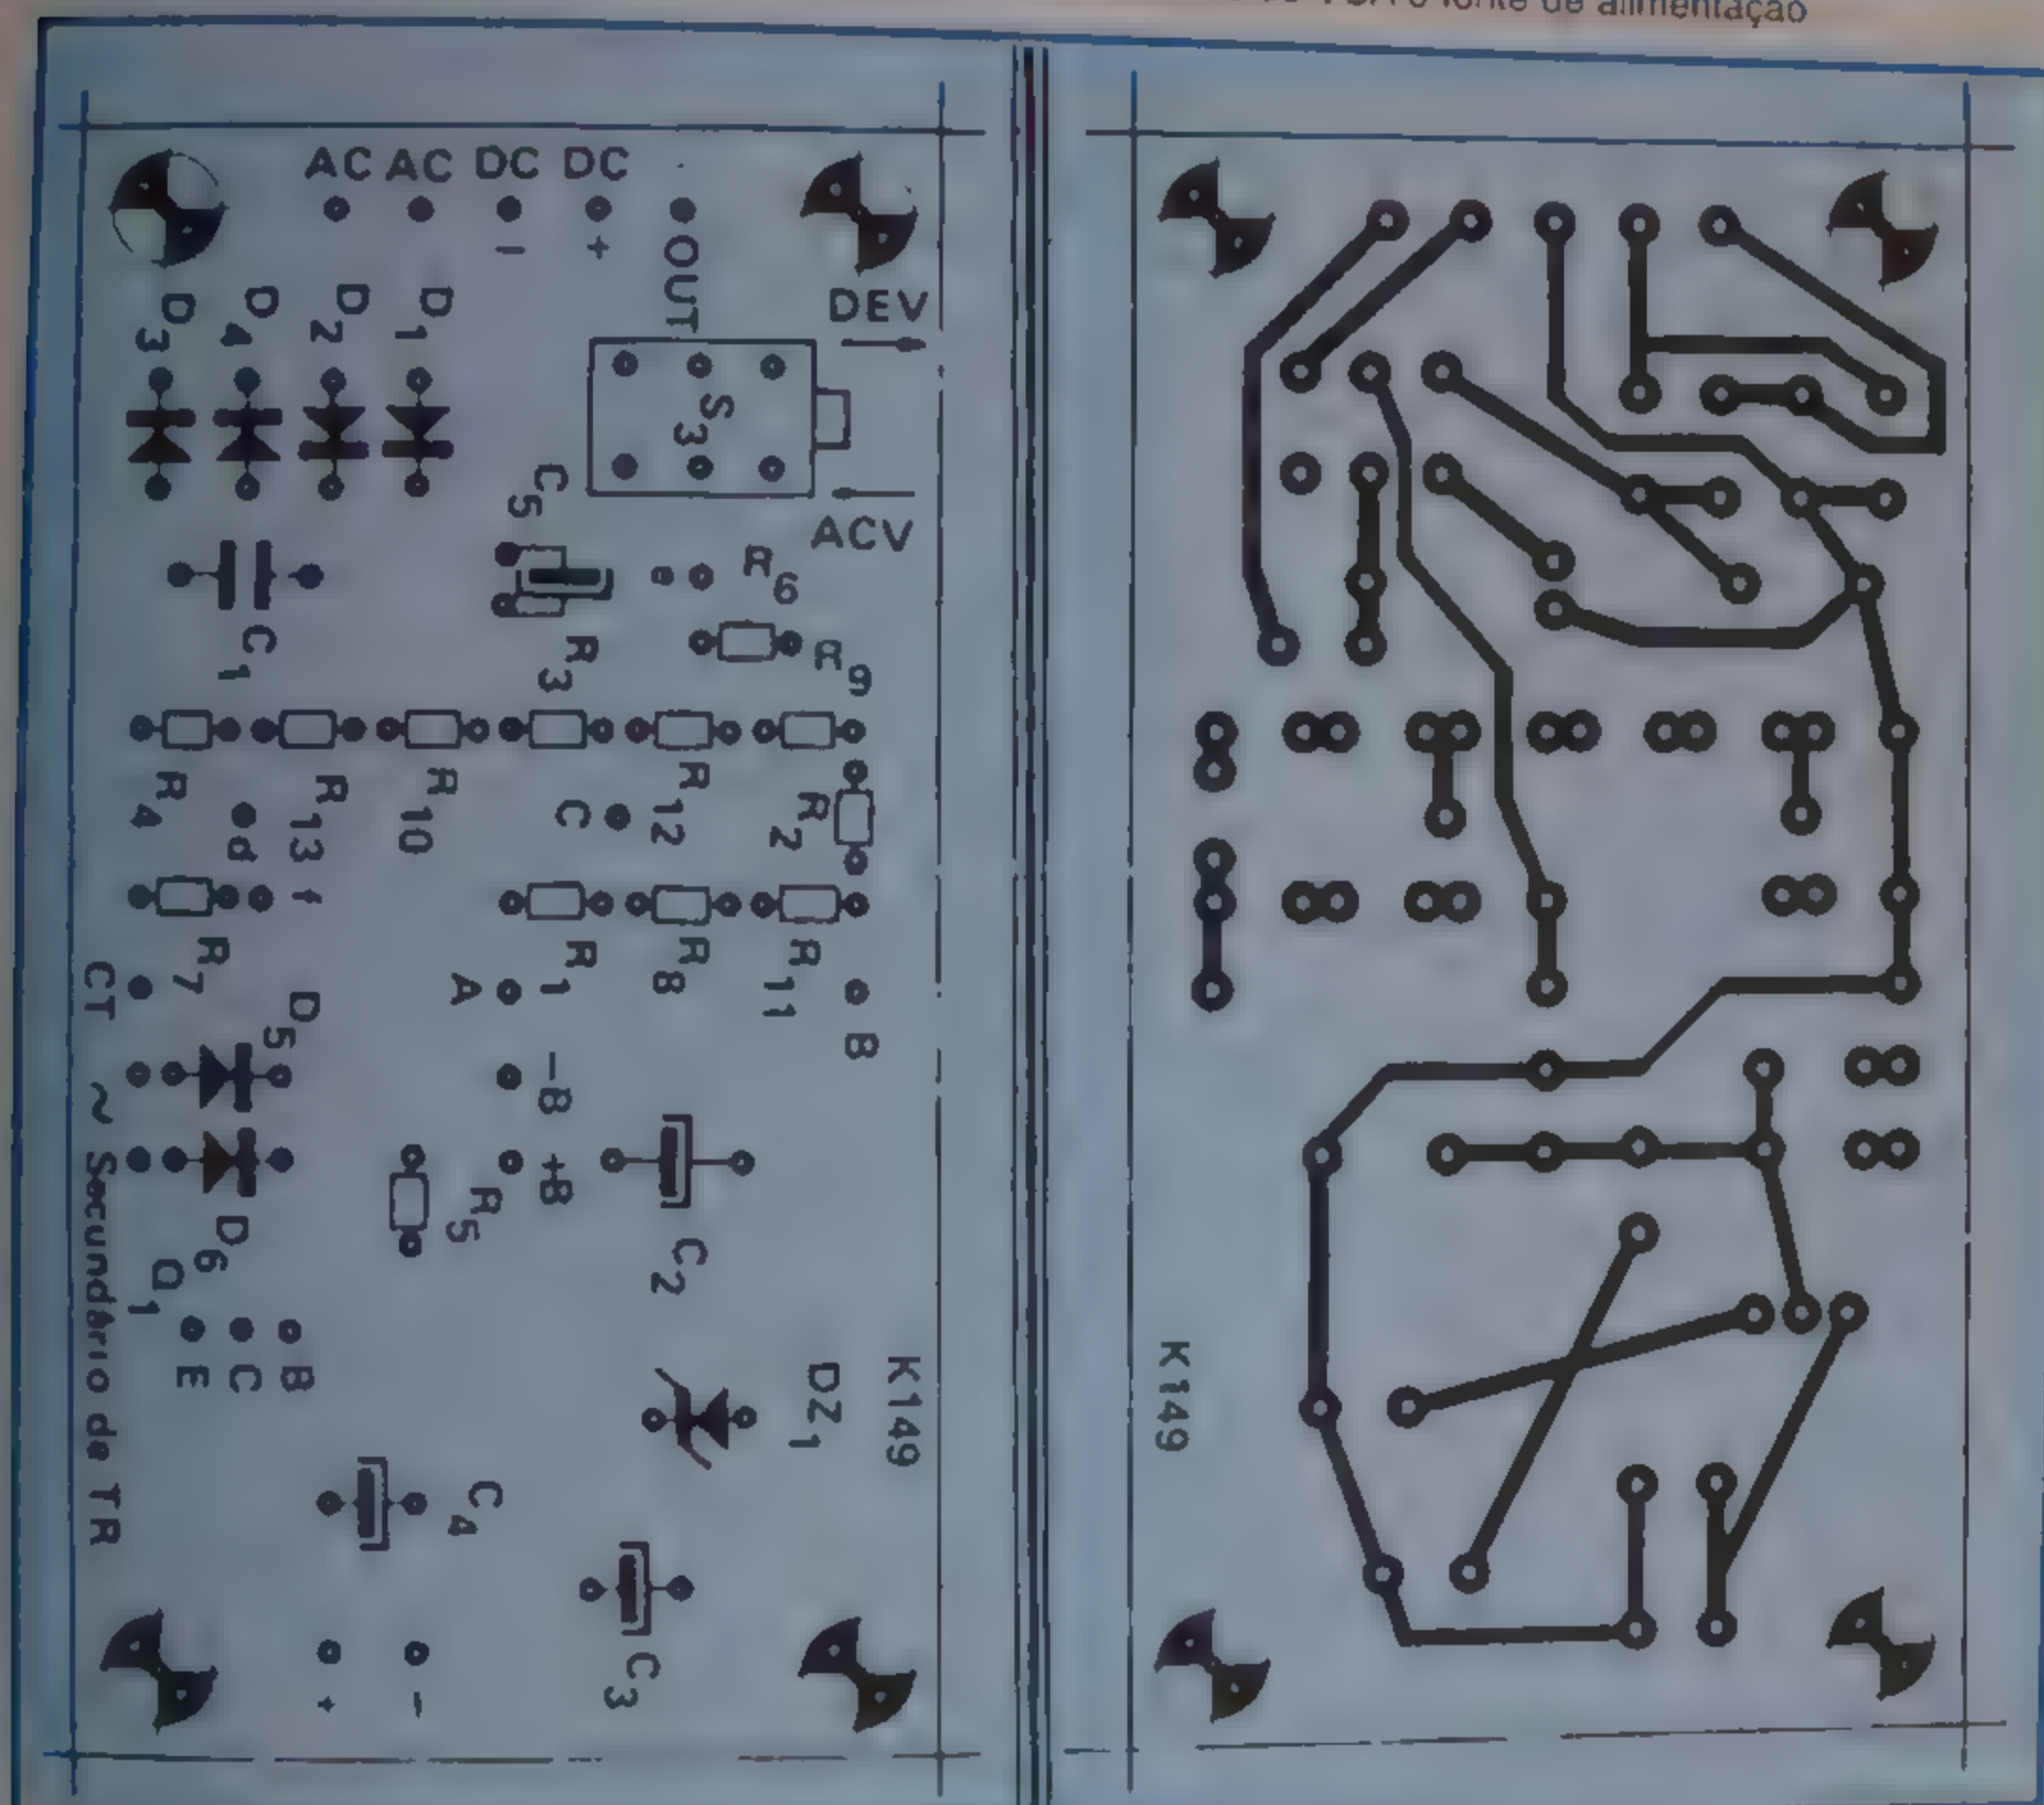

Figura 27 - Lay-out de placa para o divisor de tensões AC/DC com fonte de alimentação
Na **figura 27**, sugerimos um
- O ponto indicado por "+" na placa da figura 27 deverá ser conectado à placa do módulo conversor A/D no ponto também indicado por "+".
- O ponto indicado por "out" na placa da figura 27 deverá ser interligado no ponto "in+", presente na placa do módulo conversor A/D.
- No ponto indicado por "+B" na placa da figura 27 conecte o fio vermelho do clip para baterias.
- No ponto indicado por "-B" na placa da figura 27 conecte o fio preto do clip para baterias.